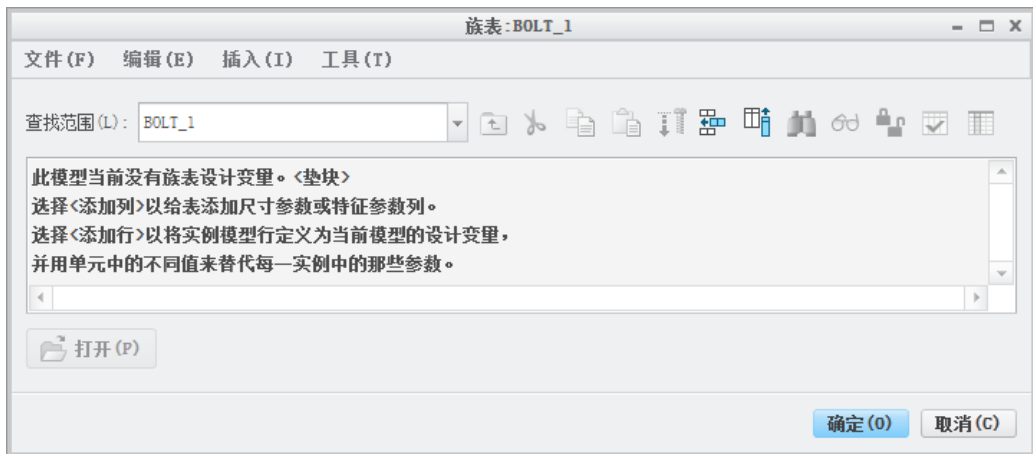

图 7.1.1 “族表 BOLT\_1”对话框（一）
Step1. 在功能选项卡区域的 **工具** 选项卡中单击“族表”按钮 ，系统弹出图 7.1.1 所示的“族表 BOLT\_1”（族表定义）对话框（一）；如果模型中不包括任何已经定义的族
表，则在“族表定义”对话框（一）中将会出现图 7.1.1 所示的提示信息（系统提示定义族表的行和列，每一行用来定义一个实例，每一列用来描述模型中的尺寸、参数或特征）。